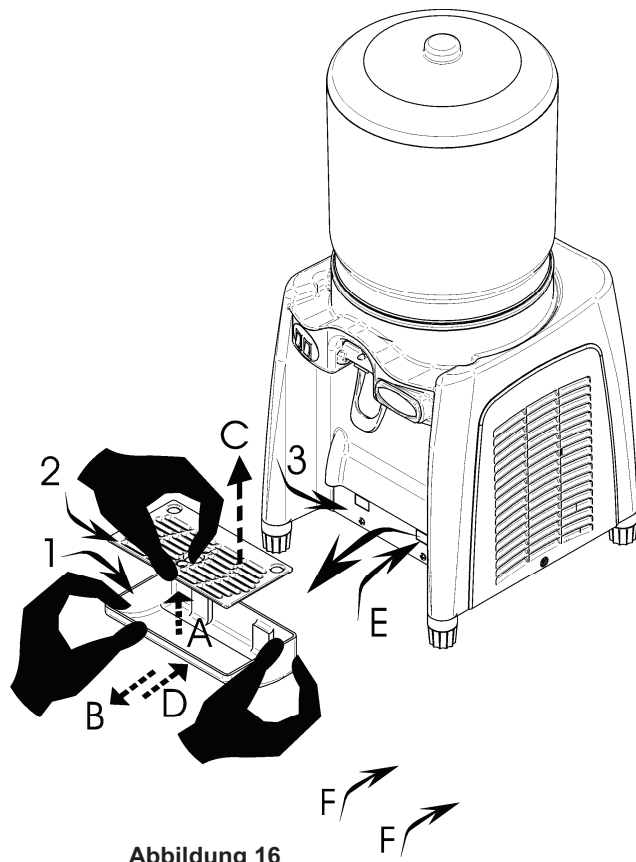

Abbildung 16
15.- Täglich die Tropfschale leeren (1) (**Abb. 16**). Zum Abnehmen leicht anheben (Pfeil **A**), nach vorne ziehen (Pfeil **B**), das Gitter abnehmen (2), wie Pfeil **C** anzeigt, Inhalt entleeren und anschließend die beiden Teile wieder auf die Tropfschale (1) setzen und am Frontpaneel (3) befestigen, wie Pfeil **D** zeigt, wobei die beiden Rastzapfen (**F**) an der Hinterseite der Tropfschale in die beiden Öffnungen (**E**) eingehängt und nach unten gedrückt werden müssen (**G**).